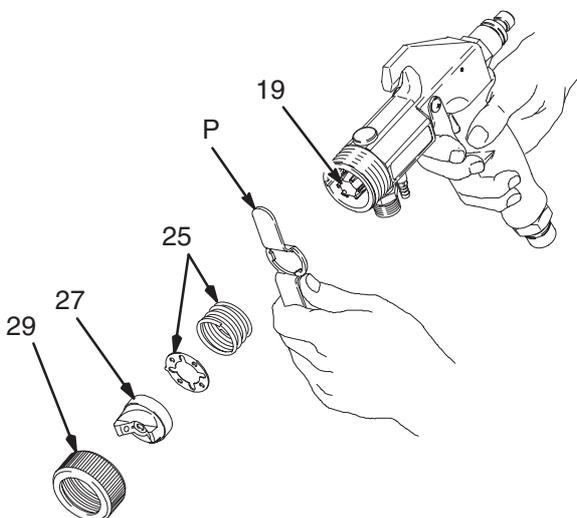
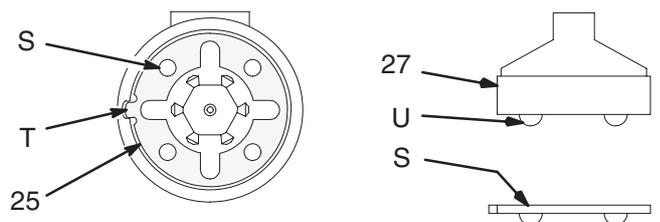

Fig. 17
Fig. 19
2. Retire el anillo de retención del casquillo de aire (29), el casquillo de aire (27), el muelle, y la placa de retención (25). Vea la Fig. 17.
3. Dispare la pistola al mismo tiempo que desmonta la boquilla de fluido (19) con la llave para boquillas (P) que se suministra. Vea la Fig. 17.
4. Retire el conector de la pistola (22) de la parte trasera de la misma. Desmunte la aguja para limpiarla.
7. Dispare la pistola al mismo tiempo que instala la boquilla de fluido (19) con la llave para boquillas (P). Vea la Fig. 17.
8. Instale el muelle (25) en la parte delantera de la pistola.
9. Instale la placa de retención (25) en el alojamiento de la pistola con los huecos (S) dirigidos hacia arriba; alinee la lengüeta de la placa de retención (T) con la muesca del alojamiento de la pistola. Vea la Fig. 19.
10. Instale el casquillo de aire (27), alinee las bolas del casquillo de aire (U) con los huecos de la placa de retención (S). Vea la Fig. 19. Sujete el casquillo de aire con la tuerca de retención (29).